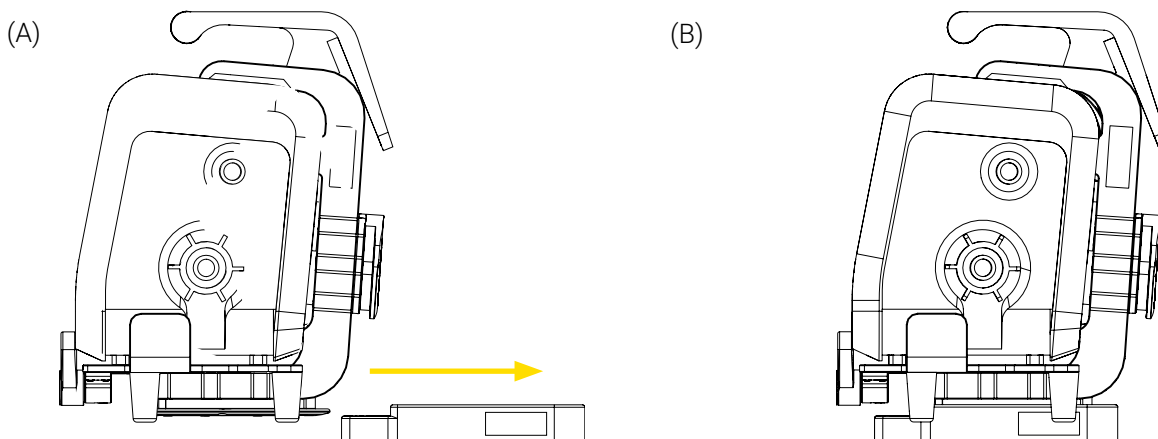

Figure 9: Installation du support Bracket Pro Serie 60 - FL sur une Standard Surface Base
1. Aligner et insérer le disque inférieur standard situé sous le support Bracket Pro Serie 60 - FL horizontalement dans la Standard Surface Base jusqu'à ce qu'elle se verrouille (Figure 9).